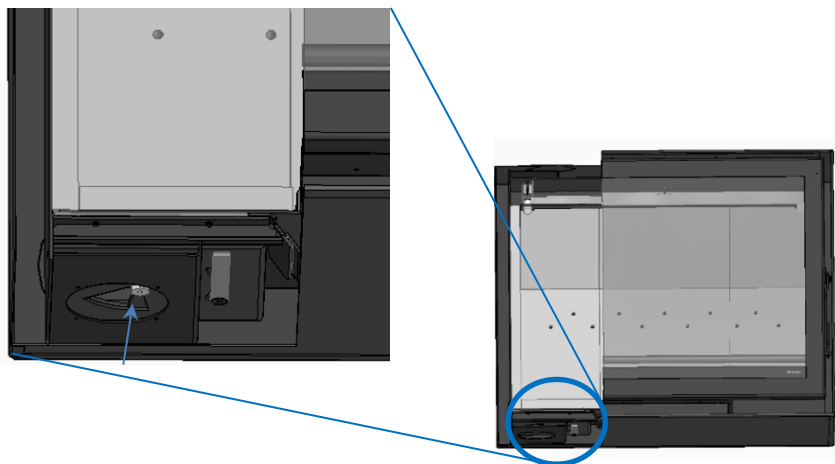

Figure 12 - Entrée d'air pour la combustion
* La prise d'air froid s'effectue sous l'appareil de sorte que l'appareil aspire l'air froid de la pièce où il est installé, voir Figure 12.